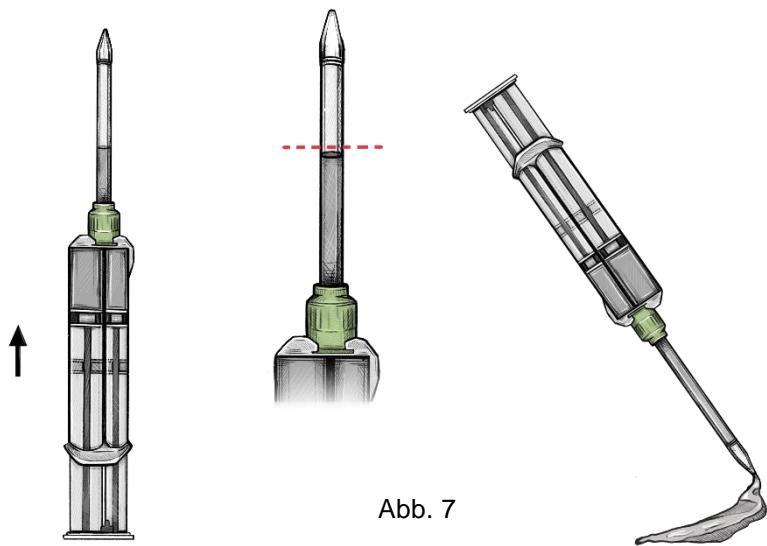

Abb. 7
12. Bereiten Sie die Applikatorspitze vor, indem Sie den Kolben zusammendrücken, bis die Applikatorspitze mit Lösungen gefüllt ist und ein etwa 3 cm langes Band NE'X Glue® auf eine sterile Einwegoberfläche (z. B. Mulltupfer) ausgestoßen wird. Es wird empfohlen, mit der Vorbereitung zu beginnen, während sich die Spritze in aufrechter Position befindet, bis die Hälfte der Applikatorspitze mit Lösungen gefüllt ist. Wenn die Lösung etwa die Hälfte der Applikatorspitze füllt, drücken Sie den Kolben weiter zusammen und richten Sie die Spitze in einem Winkel nach unten auf eine sterile Oberfläche, um einen Streifen NE'X Glue® auszutragen (Abb. 7).